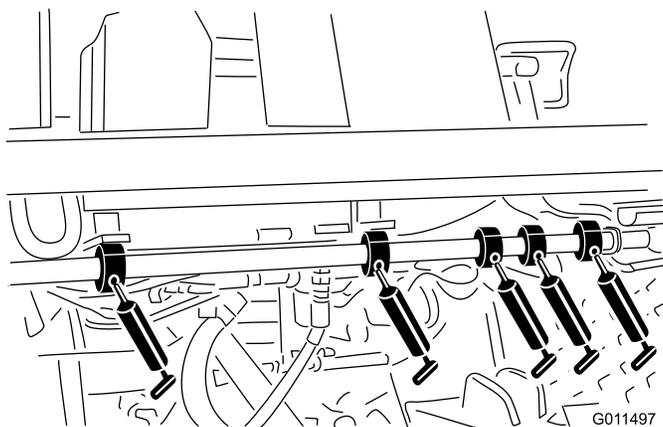

Figura 36
- Cuscinetti orientabili (5) dell'albero del freno (Figura 36)